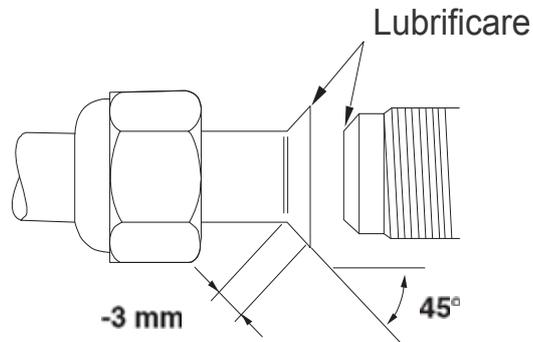

Fig. 6
f) Posizionare i dadi in ottone sui tubi nella direzione giusta e fare coni di entrambe le estremità del tubo in forma adatta e dimensioni, con l'apposito attrezzo. (Fig. 6):